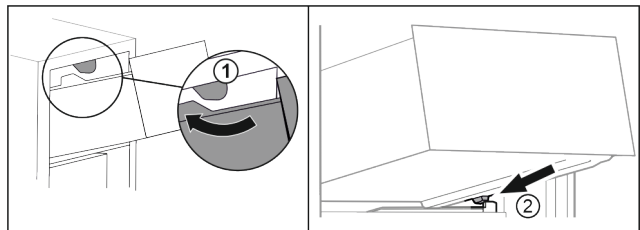

Fig. 133
- Guider le tiroir en contournant les butées supérieures. Fig. 133 (1)
- Placer le tiroir, en l'inclinant, derrière les butées inférieures sur la nervure de réceptif. Fig. 133 (2)